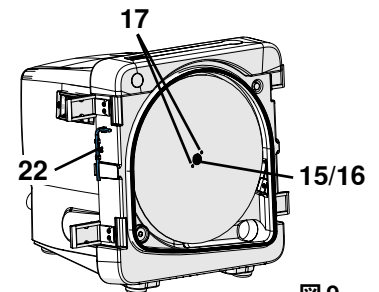

図9
- ・ドアロック（図9）を開けて、トリマードアを取り外します。